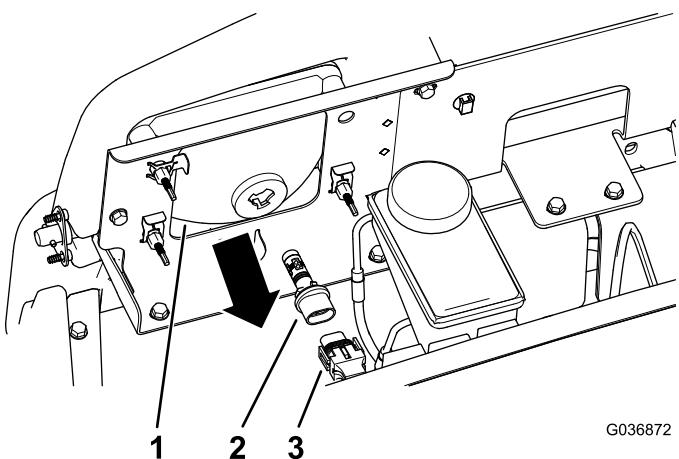

Bild 51
3. Schließen Sie den elektrischen Anschluss für den Kabelbaum vom Lampenanschluss hinten am Scheinwerfergehäuse ab (Bild 51).
4. Drehen Sie die Birne um eine Viertelumdrehung nach links und bewegen sie nach hinten aus dem Lampengehäuse (Bild 51).
5. Setzen Sie die neue Birne und das neue Scheinwerfergehäuse ein und fluchten Sie die Nasen in der Birne mit den Schlitten im Scheinwerfergehäuse aus (Bild 51).
6. Drehen Sie die Lampe um eine Vierteldrehung nach rechts, um sie zu befestigen (Bild 51).
7. Schließen Sie den elektrischen Anschluss für den Kabelbaum am Anschluss der neuen Lampe an (Bild 51).